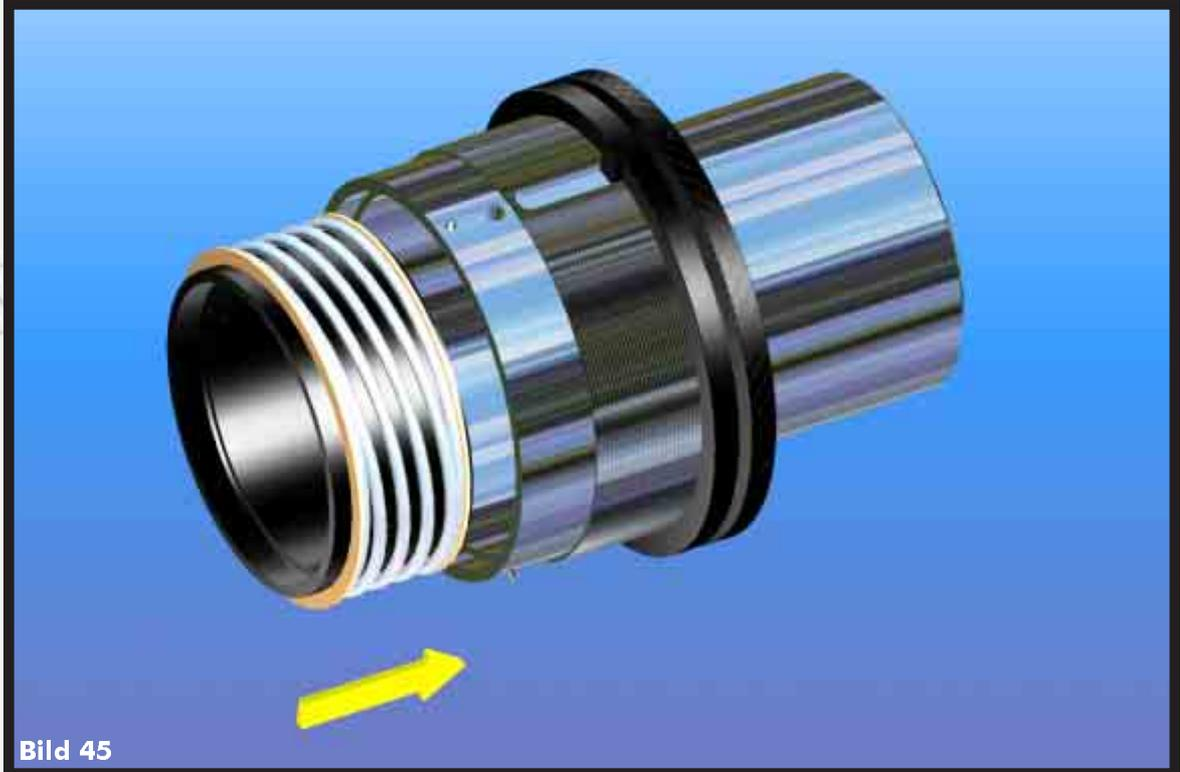

Bild 45
- > Führen Sie die so bestückte Gewindebuchse in die Aufnahme ein (Bild 45).